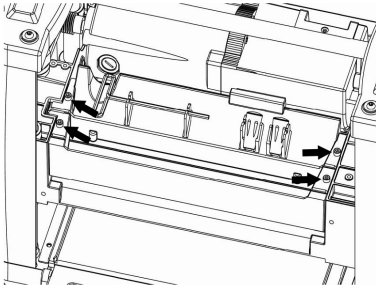

Fig. 14 – Removiendo la tapa superior
- Suelte los tornillos de la protección de las cuchillas y retire la protección (Fig. 14);